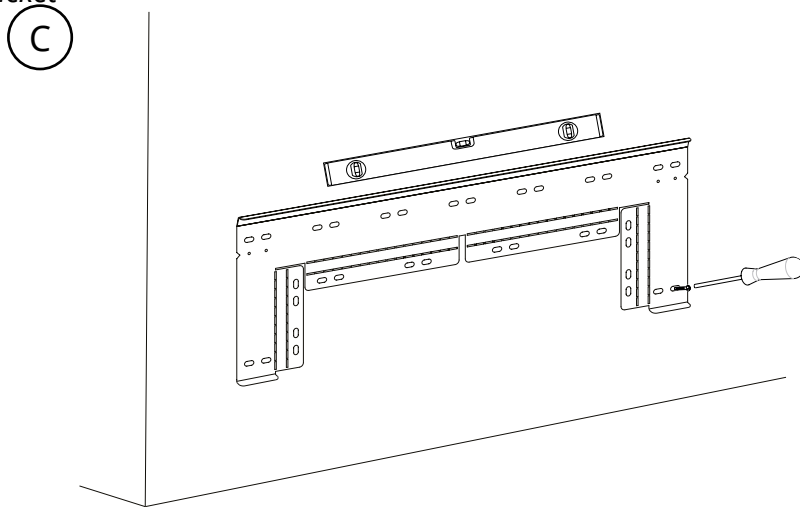

Fig. 3: Mounting wall bracket
1. Monter veggbraketten stabilt på veggen med skruer i de ovale hullene (minst 2 stk.). Det er viktig at veggbraketten justeres til en rett horisontal posisjon. Føringshull på veggbraketten kan brukes til å markere hvor braketten skal plasseres for å ende opp 10 cm over gulvet. Fig. 3.